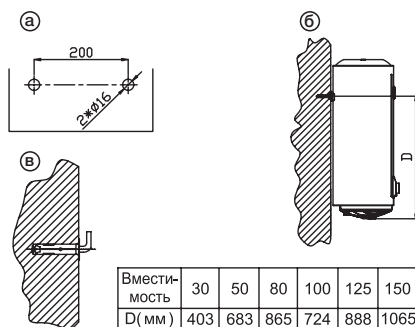

Рис. 2
2. После выбора места монтажа определите места под два крепежных болта с крюками (в зависимости от спецификаций выбранного изделия). Электродрелью просверлите два отверстия в глухой стене диаметром 16 мм на расстоянии 200 мм. Расстояние между отверстиями выдержать в соответствии с рис. 2а. При определении высоты отверстий необходимо учесть положение на стене водопроводных соединений, тип водопроводных труб и расстояние от крепления до низа нагревателя (см. рис. 2б).
3. Вставить распорные болты в отверстия и убедиться, что крюк направлен вверх (см. рис. 2в).